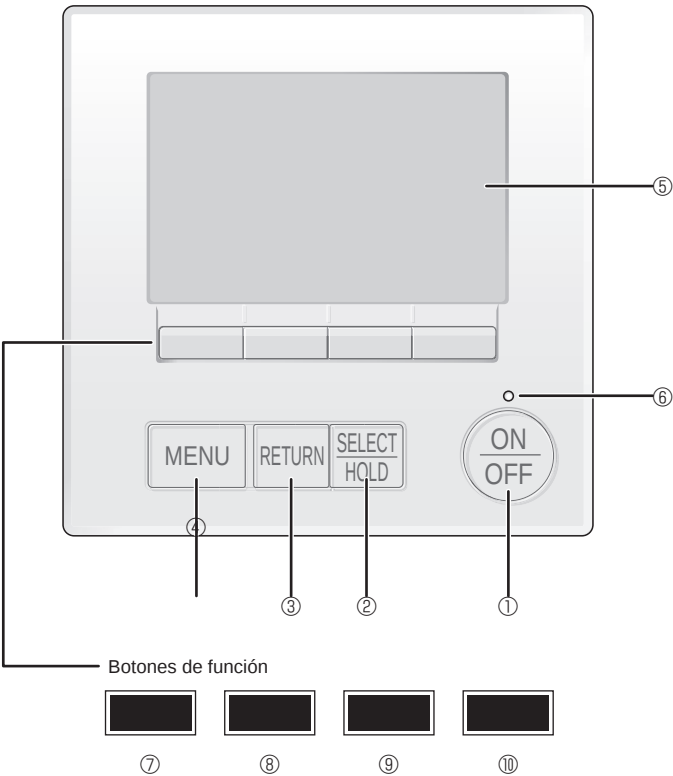

Fig. 7-2
7.3.1. Al usar el mando a distancia MA con cable (Fig. 7-2)
- ① **Botón [ON/OFF]**